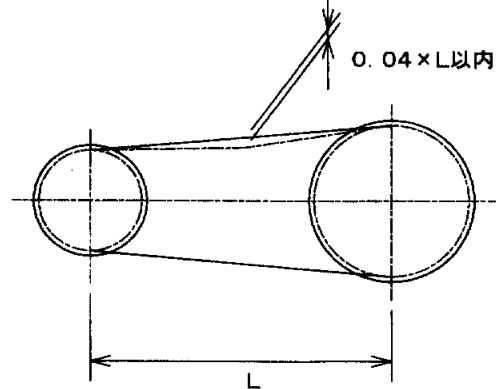

図1 チェーンたるみ量
- (1) 連結時は、ギヤードモータと相手機械の偏芯量は 0.05mm 以下になるようにしてください。フレキシブルカップリングをご使用いただくと便利です。
- (2) チェーンのたるみ量は、スパン長の4%程度としてください。図1参照。たるみが大きすぎると始動時衝撃が過大となり、ギヤードモータを損傷することがあります。